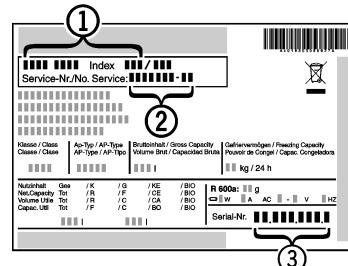

Fig. 16
- Leggere la denominazione dell'apparecchio Fig. 16 (1), il n° assistenza Fig. 16 (2) e il n° di serie Fig. 16 (3) sulla targhetta identificativa. La targhetta identificativa è situata all'interno dell'apparecchio, sul lato sinistro.
- Informare il servizio di assistenza e comunicare il difetto, la denominazione dell'apparecchio Fig. 16 (1), il n° assistenza Fig. 16 (2) e il n° di serie Fig. 16 (3).